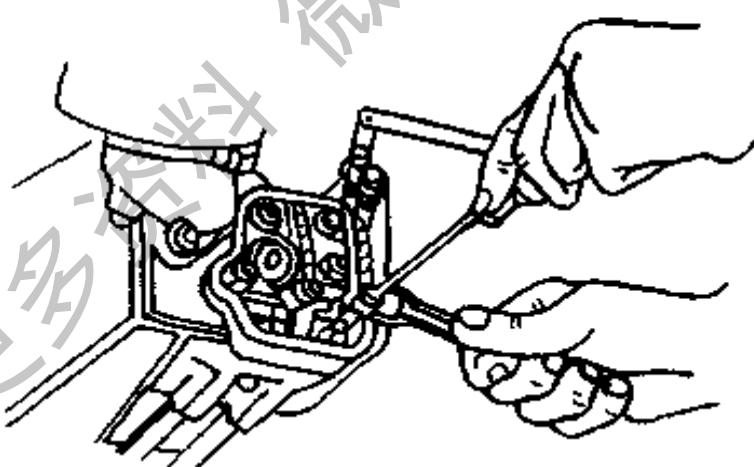

图 2-48 用起子调动气门调节螺钉
- (3) 松开气门调节螺钉的锁紧螺母，用与间隙相应的厚薄规插入气门与摇臂之间，用起子调动调节螺钉。调好后，拧紧锁紧螺母，并用厚薄规复核一次。图 2-48 为用扳手松开锁紧螺母后用起子调动调节螺钉时的情景。